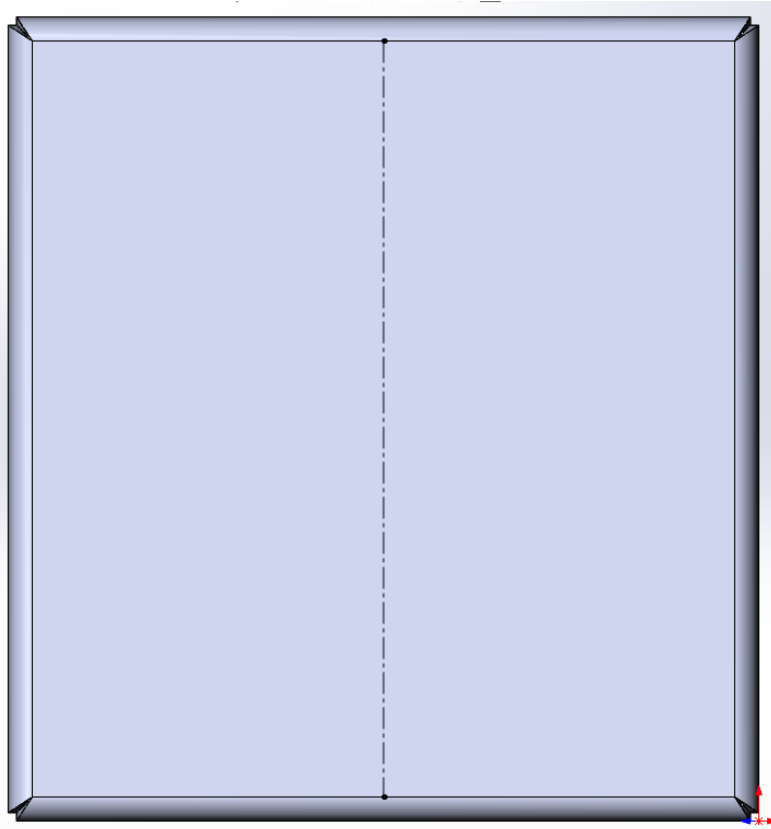

Рисунок 18 – проведение осевой линии на нижней плоскости
20. Выбрать вид снизу. На нижней плоскости провести осевую линию (рис. 18).